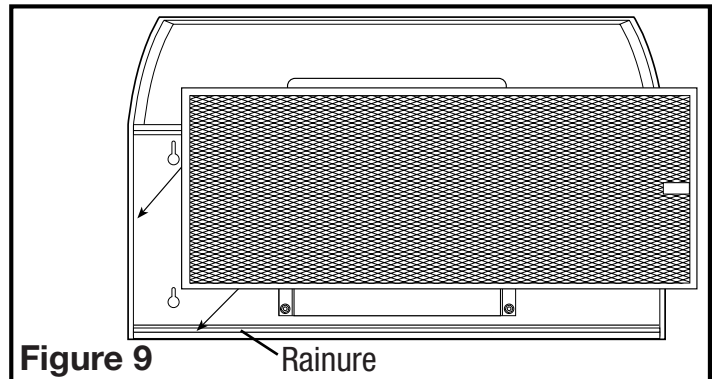

Figure 9
2. Réinstallez les filtres en les glissant dans les rainures, de chaque côté de la hotte, et en les poussant vers le haut jusqu'à ce qu'ils soient bien en place (**Figure 9**).